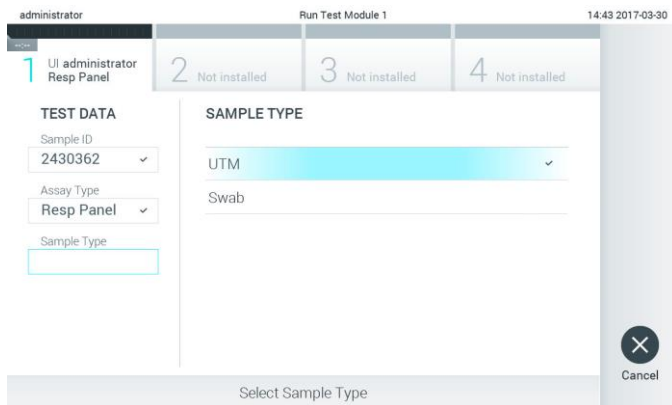

Figura 25. Selezione del tipo di campione.
4. Se richiesto, selezionare il tipo di campione appropriato dall'elenco (Figura 25).